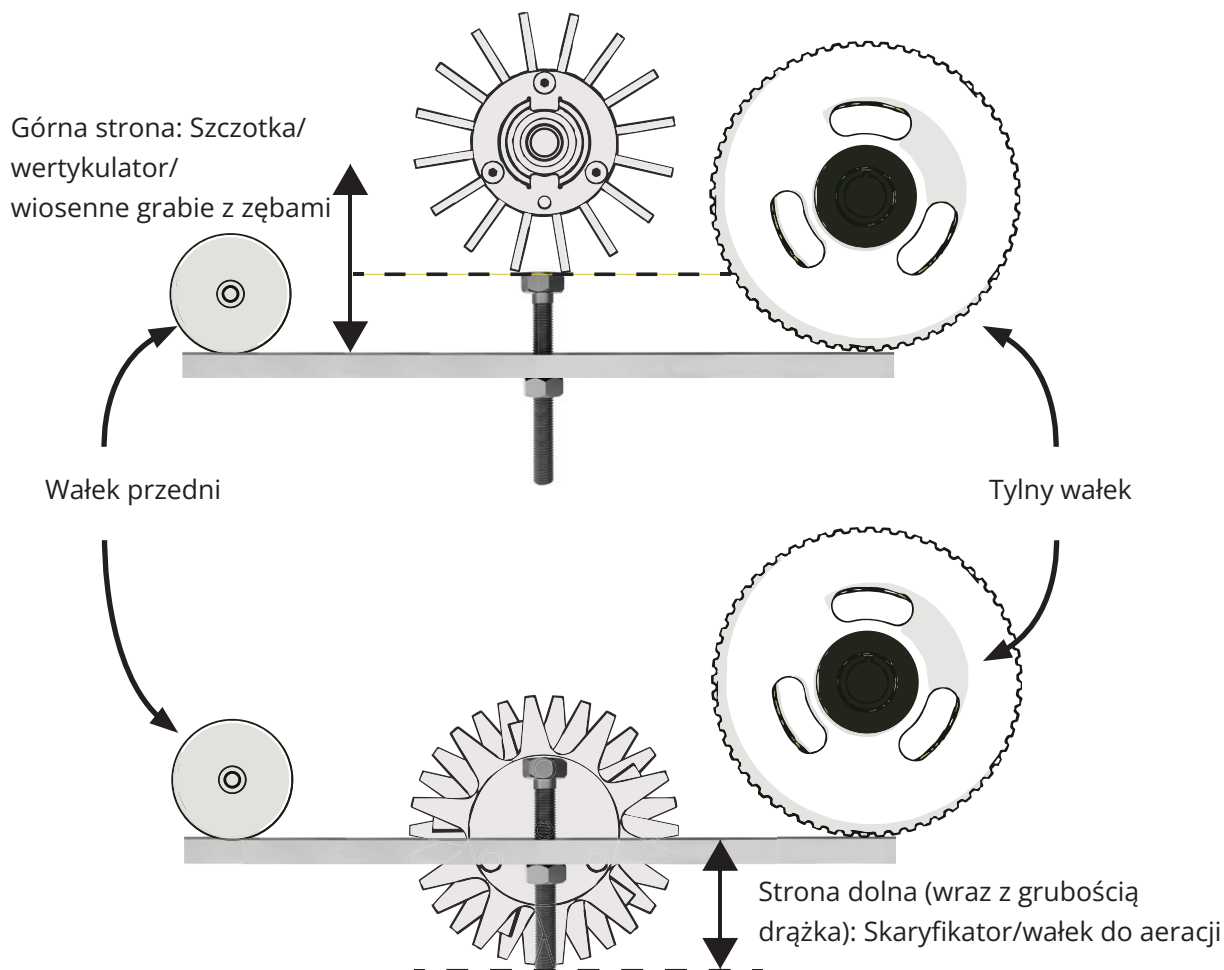

Fig.10. Pomiar drążka regulacyjnego dla kaset pracujących powyżej/poniżej gruntu
3. Na drążku regulacyjnym należy wyregulować śrubę w oparciu o linią, aż odległość powyżej lub poniżej drążka regulacyjnego (odpowiednio od łba lub końca) osiągnie żądaną wartość (Rys. 10). Uwaga: